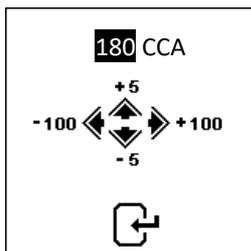

Fig.30
- Per modificare il valore CCA, premere ◀ o il tasto ▶ per diminuire o aumentare Per modificare il valore CCA, premerei tasti ◀ o ▶ se si intende diminuire o aumentare il valori di 100 unità per volta, oppure I tasti ▲ o ▼ se si intende aumentare o diminuire il valore di 5 unità per volta come mostrato in Fig.30 di seguito.